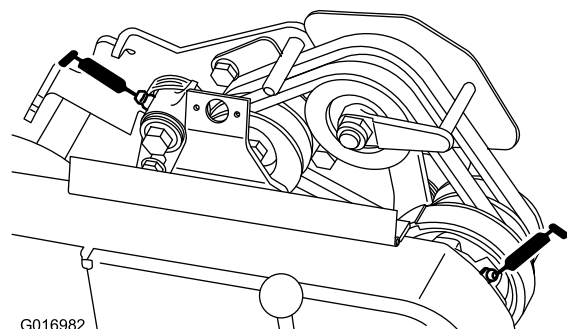

図 20
- ・ ベルトアイドラのピボット (2ヶ所) (図 20)。